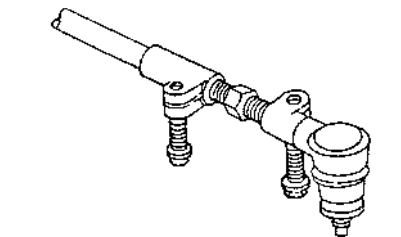

Рис. 6.2.
- ослабить стяжные болты резьбовых втулок рулевых тяг и их наконечников (рис. 6.2);
Затянуть стяжные болты резьбовых втулок рулевых тяг и их наконечников с рекомендуемым усилием (рис. 6.2).
- ослабить стяжной болт резьбовой втулки наконечника рулевой тяги (рис. 6.2);
Внимание! Допускается снятие рулевой тяги без ее наконечника. В этом случае последний не следует отсоединять от поворотного рычага амортизаторной стойки, а лишь ослабить стяжной болт резьбовой втулки рулевой тяги (рис. 6.2). Рулевую тягу после отсоединения ее согласно вышеперечисленным операциям от рулевой передачи скрутить с резьбового стержня.